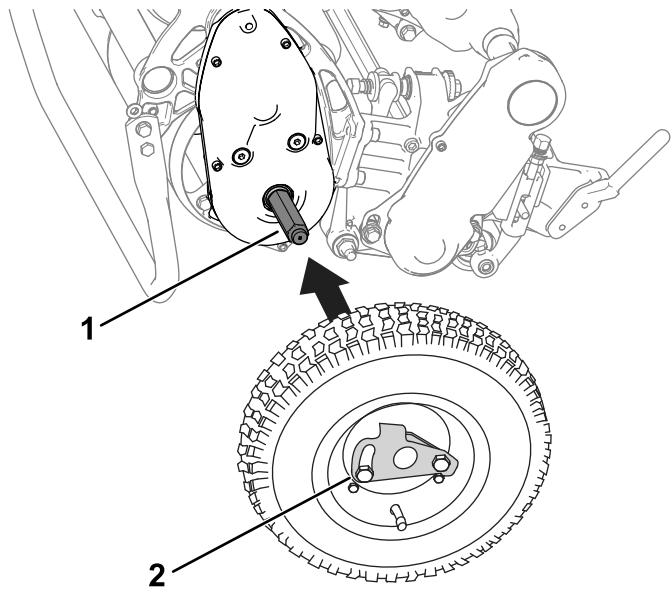

Figure 25
2. Insérez une roue sur un arbre (Figure 25).
3. Faites pivoter le clip de verrouillage (Figure 25) pour l'éloigner du centre de la roue et lui permettre ainsi de coulisser plus avant sur l'arbre.